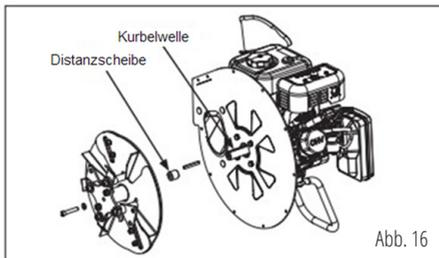

Abb. 16
Wenn Sie beim Zuführen des Hackguts in den Hackslerkegel Kraft ausüben, sollten die Zerkleinerungsmesser geschärft oder ersetzt werden. Die Zerkleinerungsmesser können in einem Winkel von 30 Grad geschärft werden, bis der Abstand zwischen der Kante der Klingenschräge und dem Befestigungsloch weniger als 1,6 mm beträgt. SIEHE ABBILDUNG 16
3. Entfernen Sie den Rotor, indem Sie die Befestigungselemente entfernen, mit denen er an der Kurbelwelle des Motors befestigt ist. SIEHE ABBILDUNG 16